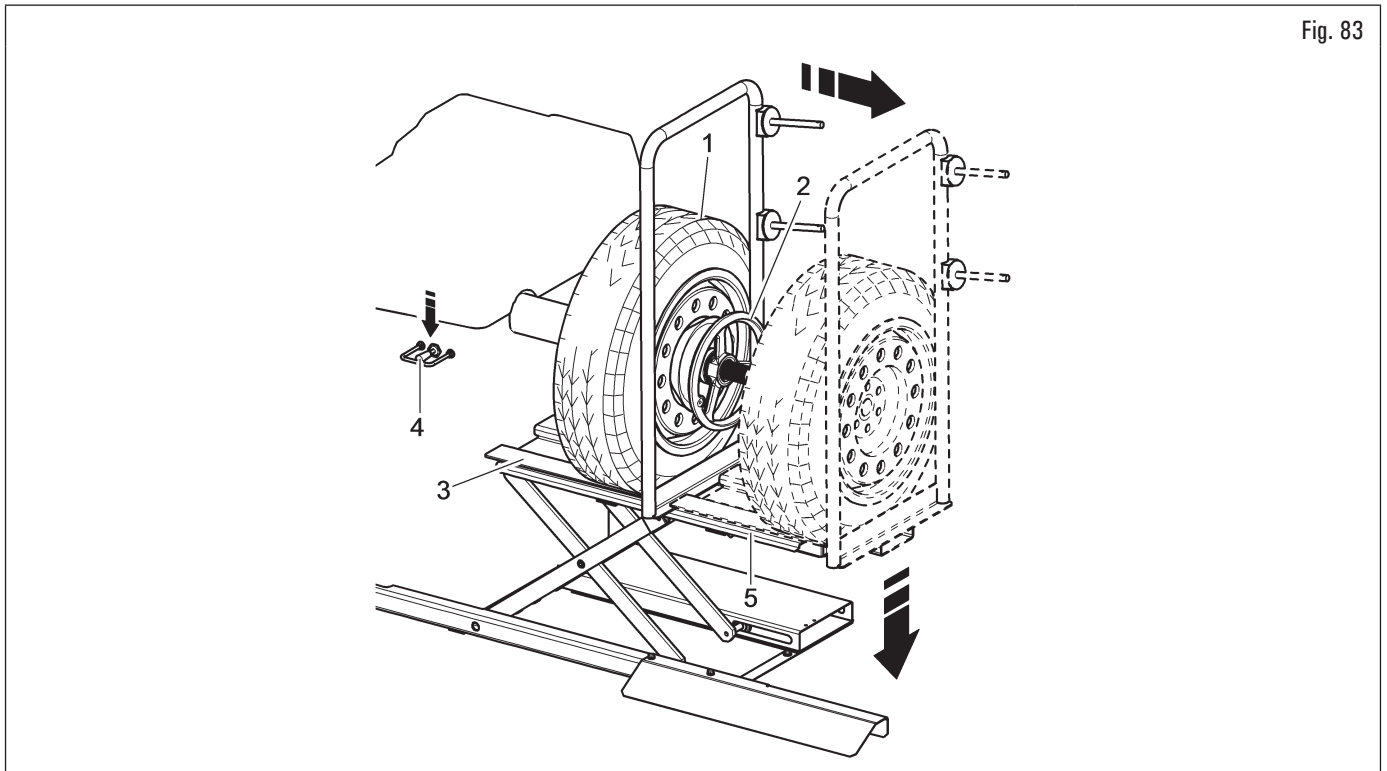

Fig. 83
3. débloquer la roue (Fig. 83 réf. 1) du mandrin en coupant les dispositifs de blocage (Fig. 83 réf. 2) ;
4. transférer vers droite l'appui roue (Fig. 83 réf. 3) avec le pneu posé sur le même ;
5. baisser le commande de descente (Fig. 83 réf. 4) et faire descendre à terre la plate-forme (Fig. 83 réf. 5) ;